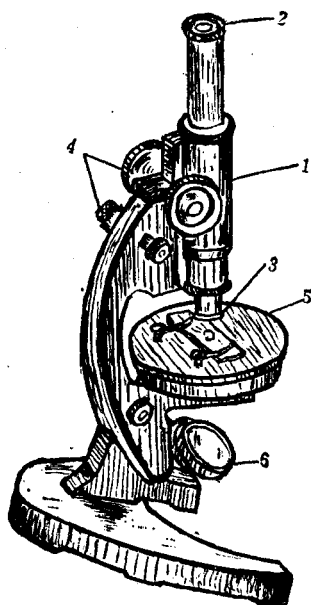

图 11 显微镜
10. 显微镜及载片 如图 11 显微镜，它是显微结晶分析的重要设备，用来观察反应生成物微小结晶的形状。